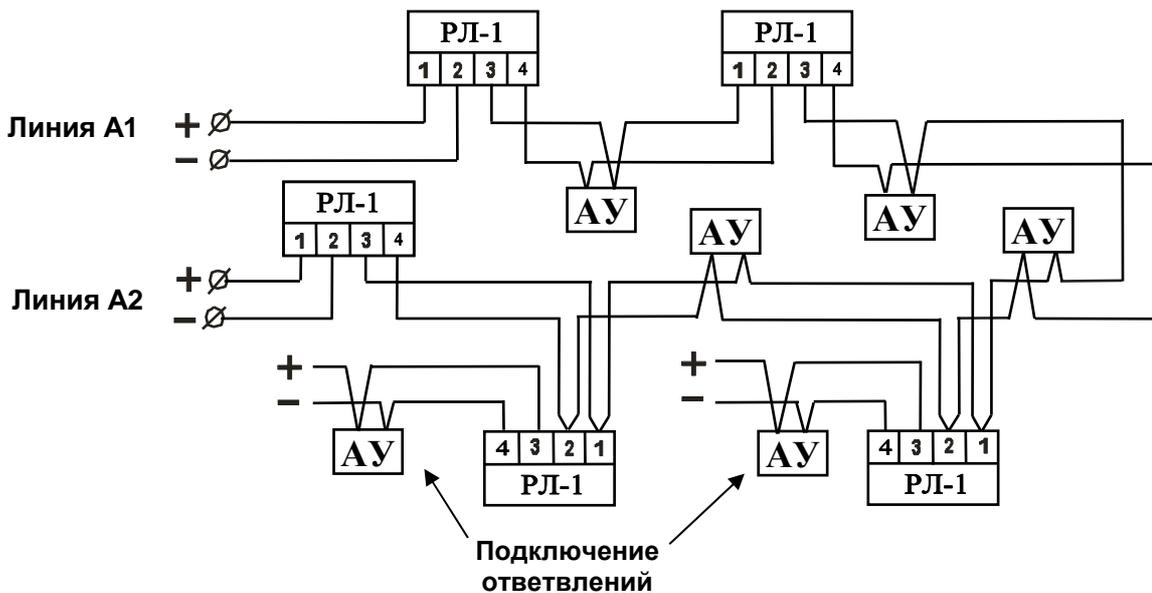

Рис.7. Защита информационной линии от короткого замыкания с помощью размыкателей линии РЛ-1.
5.4.4. Для подключения ответвлений, а также для локализации коротких замыканий в кольцевой информационной линии желателно использовать размыкатели линии РЛ-1 (рис.7). Размыкатели отключают короткозамкнутые участки линии и автоматически восстанавливают ее целостность при исчезновении короткого замыкания.